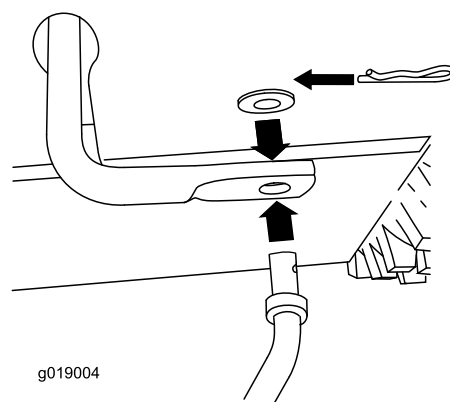

Figura 6
1. Inserite l'estremità inferiore nel braccio articolato inferiore, in modo che l'estremità curva dell'asta di comando della velocità sia rivolta all'indietro (Figura 6).
2. Fissate l'estremità inferiore dell'asta di comando della velocità con una rondella piana e una coppiglia (Figura 6).